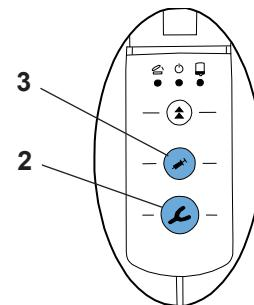

Рис. 8
- Если оператор нажимает одну из кнопок подачи (ложка оттиска (2, Рис.8) или дозатор (3, Рис. 8) без выбора программы смешивания, программа (ST) будет активирована автоматически. Светодиод рядом с кнопкой (ST) начнет мигать снова.